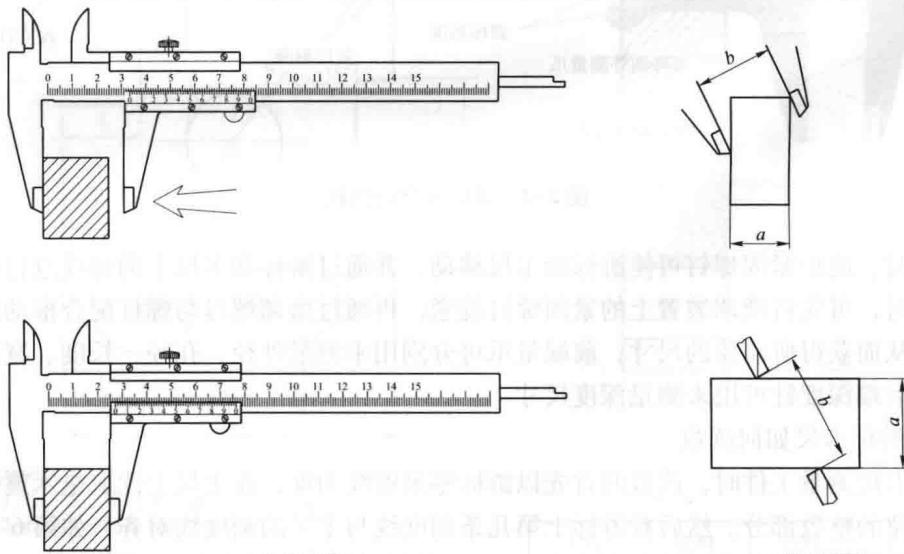

图 2-4 游标卡尺的使用
(3) 游标卡尺的使用要点
① 测量前先把量爪和被测表面擦干净，检查游标卡尺各部件的相互作用，如游标移动是否灵活，紧固螺钉能否起作用等。
② 校准量爪的准确性。两量爪紧密贴合，应无明显的光隙，主尺零线与游标零线应对齐。
③ 测量时，应先将两量爪张开到略大于被测尺寸，再将固定量爪的测量面紧贴工件，轻轻移动活动量爪至量爪接触工件表面为止，如图 2-4 (a) 所示，并找出最小尺寸。测量时，游标卡尺测量面的连线要垂直于被测表面，不可处于歪斜位置 [见图 2-4 (b)]，否则测量值不正确。
④ 读数时，卡尺应朝着亮的地方，目光应垂直尺面。